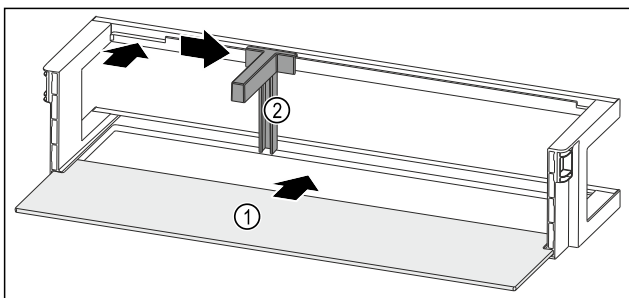

Fig. 166 Türabsteller mit Abstellfläche
- ▶ Abstellfläche Fig. 166 (1) in die seitlichen Aussparungen einschieben.
- ▶ Flaschenhalter Fig. 166 (2) in die Aussparung einsetzen.
- ▶ Flaschenhalter Fig. 166 (2) in gewünschte Position zur Seite schieben.